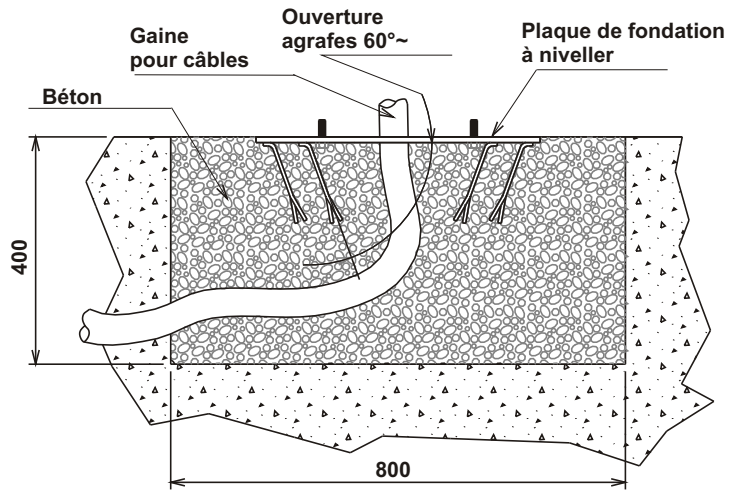

Fig. 8
- Elargir les agrafes de la plaque de fondation à 60° (Fig. 8).
- Remplir la tranchée avec béton R425 et positionner la plaque de fondation comme dans Fig. 8.